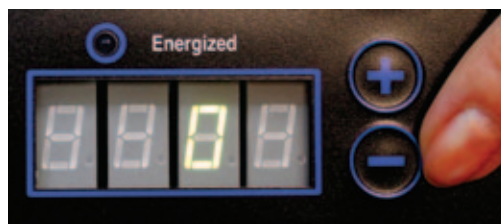

Рис. 30. Кнопка «-» (синяя) уменьшения мощности режимов коагуляции «Coagulation Mode»
- 19 Кнопка «-» (синяя) уменьшения мощности режимов коагуляции «Coagulation Mode» (Рис. 30): «COAG» (КОАГУЛЯЦИЯ), «FULGURATE» (ФУЛЬГУРАЦИЯ), «BIPOLAR» (БИПОЛЯРНАЯ КОАГУЛЯЦИЯ)